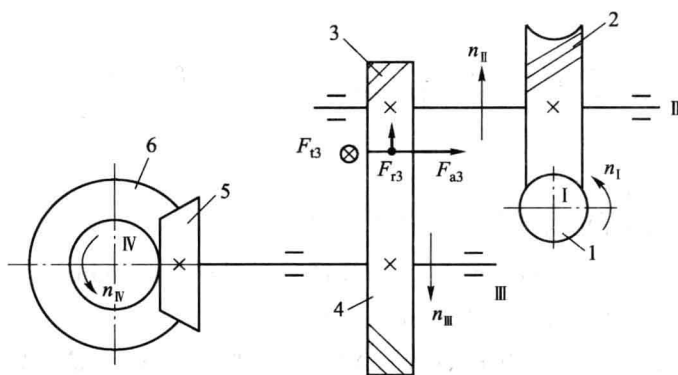

图 6.15
(1) 各轴转动方向如图 6.15 所示。
(2) 圆柱斜齿轮 3 的螺旋线方向为左旋, 圆柱斜齿轮 4 的螺旋线方向为右旋。
(3) 圆柱斜齿轮 3 所受各分力 (F_{t3} 、 F_{r3} 、 F_{a3}) 的方向如图 6.15 所示。